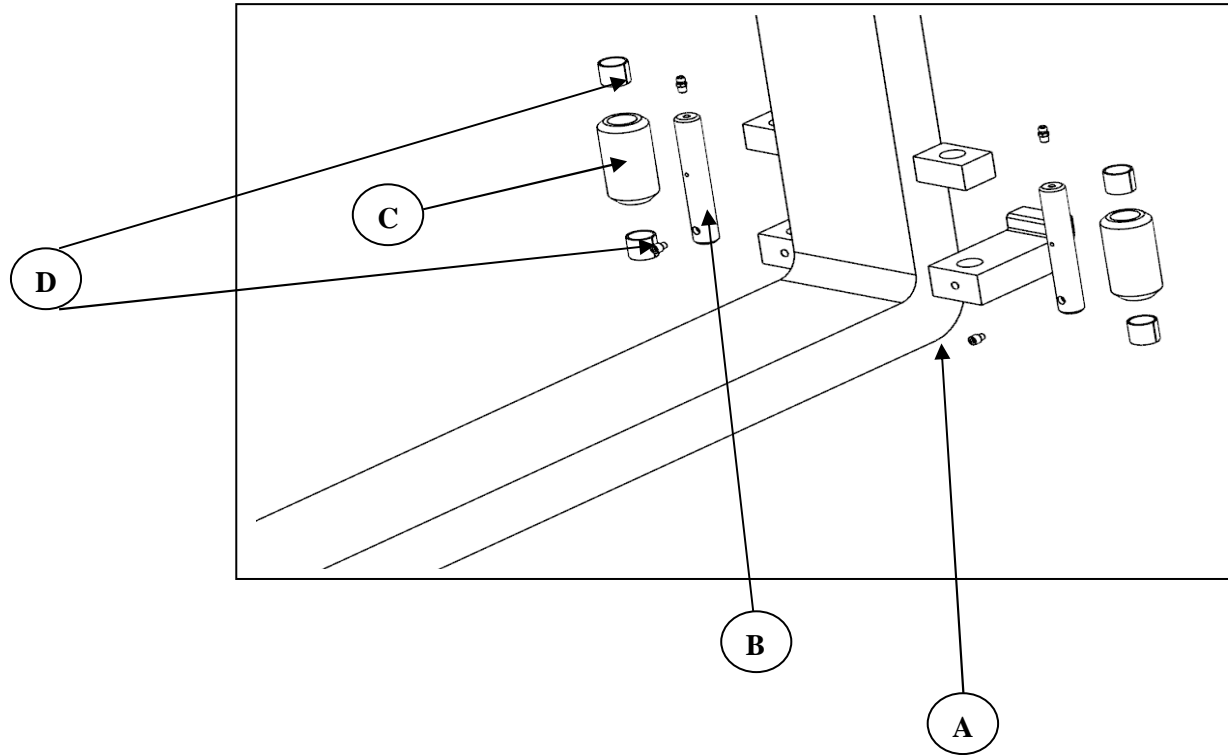

**Fig.010**
**4.3.3 Desmontaje del cilindro izquierdo (visto desde la posición del operador de la carretilla) de desplazamiento de la horquilla (Fig.010)**